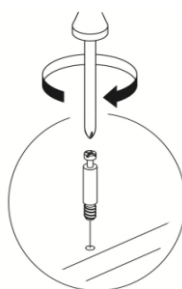

Рис.7 - Установка и
6. Скрепите Заднюю стенку(3) с Крышей(5) и Вязкой(6) при помощи евровинтов(18).
7. Соедините Боковину(1) и Перегородку(4) с Вязками(8), затяните эксцентрики по часовой стрелке до упора (рис.7).